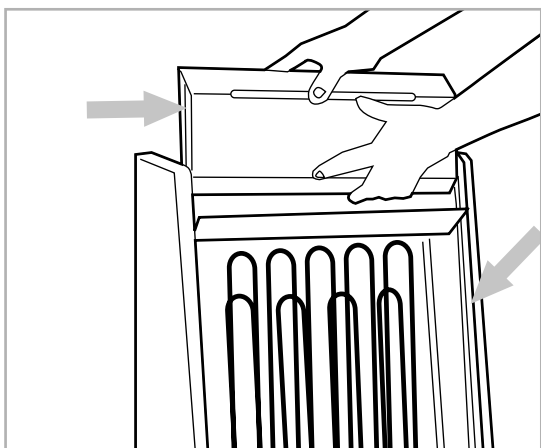

Bild 3.4
- 3) Blockstenarna monteras i aggregatet genom att försiktigt släppa dem ner från spåren vid blocksidorna till skenorna på aggregatets inre sidor (se bild 3.4).